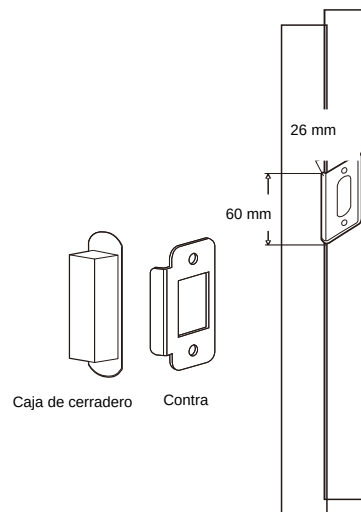

Fig. 2
1. Perfore el rebaje de la caja: profundidad 15 mm, longitud 60 mm (Fig. 2 y 3).